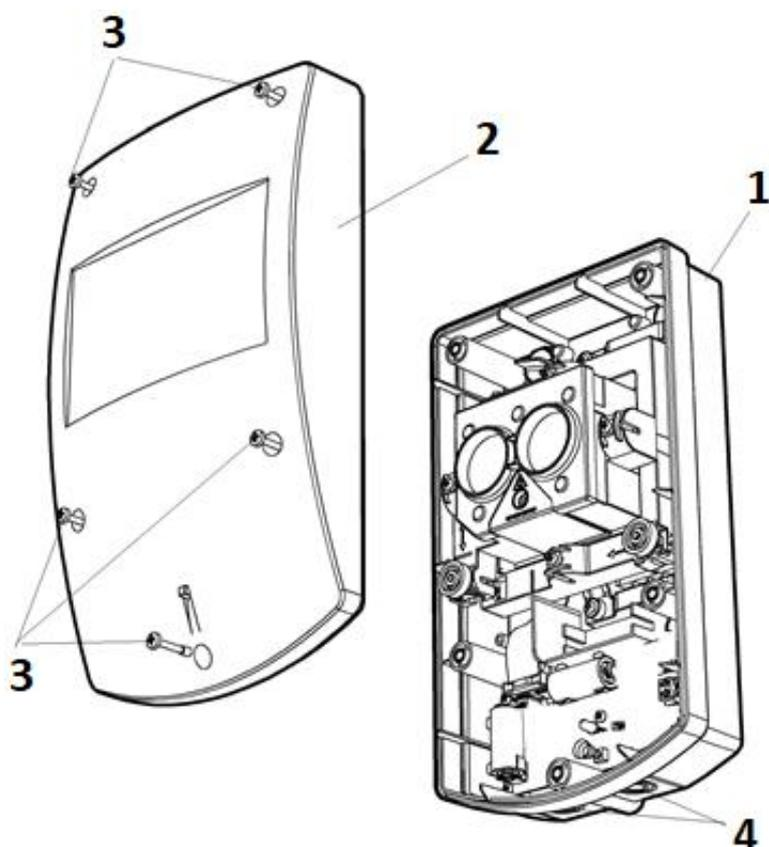
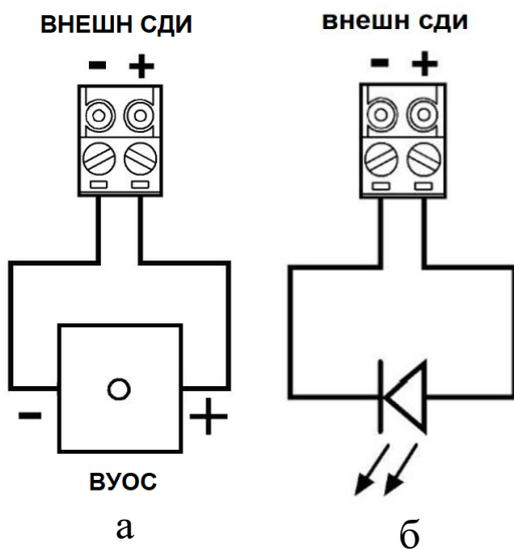
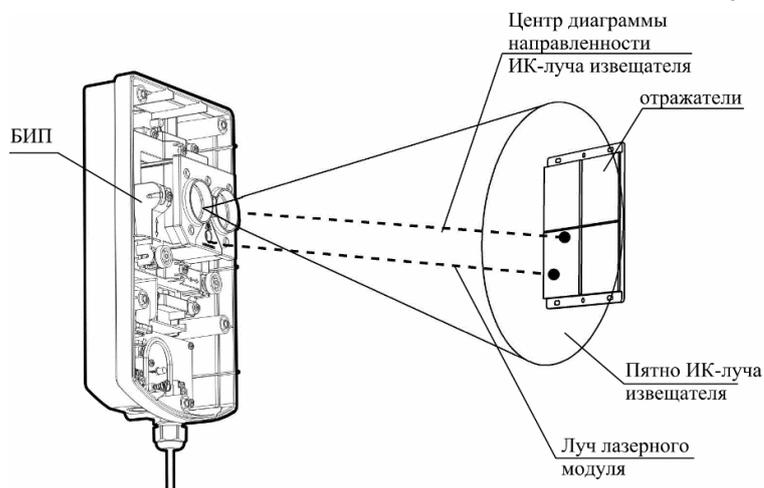

Рис.1
Рис. 4
Рис. 5
Вид БИП со снятой крышкой показан на рис. 1:
- изъять (временно) заглушки для крепления корпуса (9, рис.1);
- закрепить основание (1, рис.1);
- при использовании внешнего индикатора подсоединить провод с индикатором (с соблюдением полярности) к разъему ВНЕШН СДИ (15, рис.1) через герметичный ввод, установленный в выламываемое отверстие (4, рис.1).
При использовании выносного устройства оптической сигнализации (ВУОС) подсоединить провод с индикатором (с соблюдением полярности) к разъему ВНЕШН СДИ (15, рис.1) через герметичный ввод, установленный в выламываемое отверстие (4, рис.1). В качестве ВУОС рекомендуется использовать ВУОС-31, ВУОС-01, УКШ-01 (или другие с аналогичными электрическими характеристиками) (рис. 4а), либо другой световой индикатор, например светодиод (типа АЛ307, или аналогичного типа) (рис. 4б).
6.2. Для включения лазерного модуля необходимо перевести переключатель "ЛАЗЕР" (13 рис.1) в положение ON. Процесс настройки сводится к совмещению пятна луча лазерного модуля с отражателями (см. рис.5) с помощью ручек юстировки оптической системы по углу горизонтали (6 рис.1) и вертикали (7 рис.1).
6.4. Для перехода в рабочий режим необходимо перевести переключатель "ЛАЗЕР" (10 рис. 1) в положение, обратное ON. Должен загореться зеленый СДИ на время 10с. Необходимо закрыть крышку БИП пока горит зелёный СДИ.